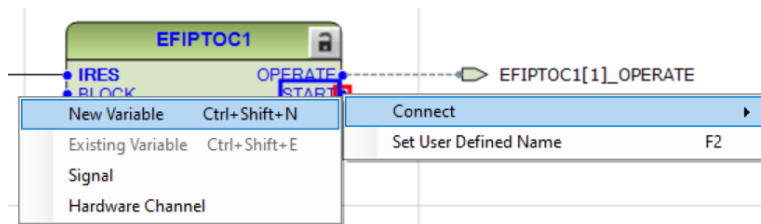

Imagen 252_Conexión de una nueva variable al puerto de salida START del bloque EFIPTOC1.
4.1.29 Ahora para la segunda salida de “START”, de igual manera daremos clic derecho y seleccionamos “Connect - New Variable” como se muestra en la **Imagen 252**.